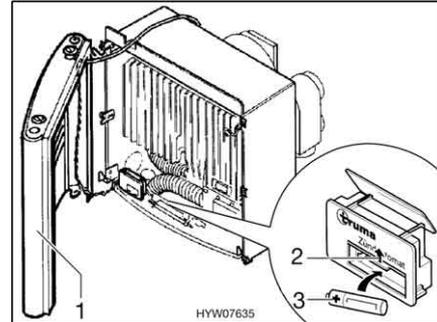

Bild 137 Heizung geöffnet
- Verkleidung (Bild 137,1) seitlich anstellen, damit die Anschlusskabel für das Warmluftgebläse sowie für die Zünd-Kontroll-Lampe nicht ausgesteckt werden müssen.
- Die Abdeckung des Batteriefachs am Zündautomaten (Bild 137,2) nach oben schieben.
- Eine neue Batterie (Bild 137,3) gleichen Typs polrichtig (+/-) in das Batteriefach des Zündautomaten einsetzen. Nur temperaturbeständige (+70 °C) und auslaufsichere Mignon-Batterien verwenden.